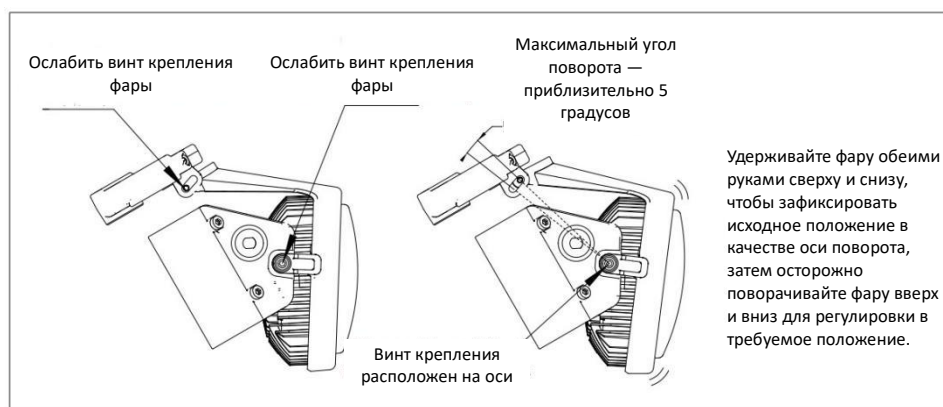

Рис.8
4.6. Регулировка угла наклона фары (Рис. 8)